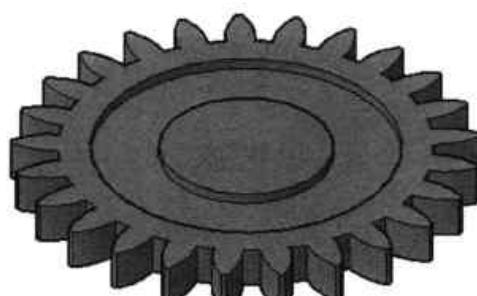

图12-53 绘制圆柱体
**Step16** 执行“圆柱体”命令，捕捉刚减去的圆柱体底面圆心，绘制底面圆心为 30mm、高为 4mm 的圆柱体，如图 12-53 所示。